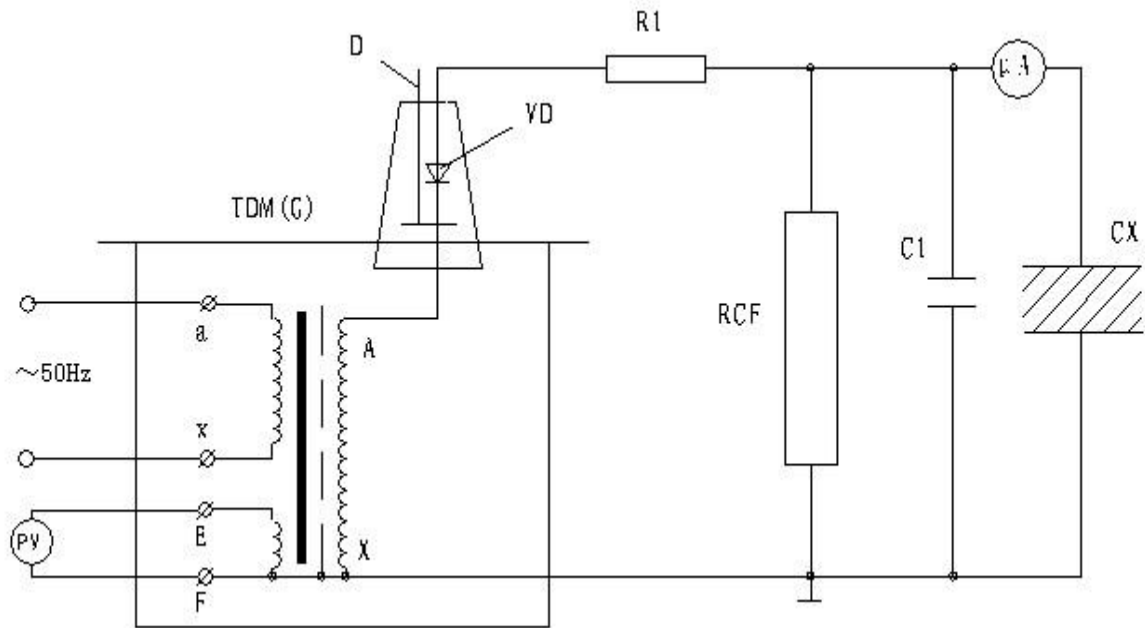

图 7：高压直流泄漏试验接线图
8. 熔喷布静电驻极发生器在做被试品的直流耐压或泄漏试验时接线原理图如图 7。
注：此试验应先抽出短路杆“D”，图 7 中所示。